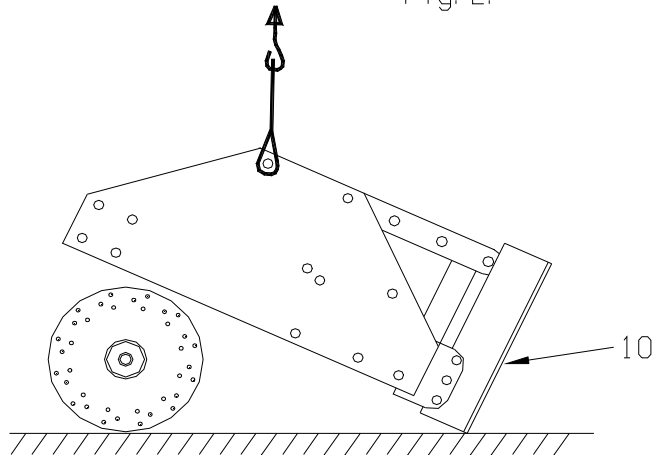

Fig. 3.
6. Soulevez à nouveau doucement la machine, voir Fig. 3, jusqu'à ce que le rotor puisse être extrait.